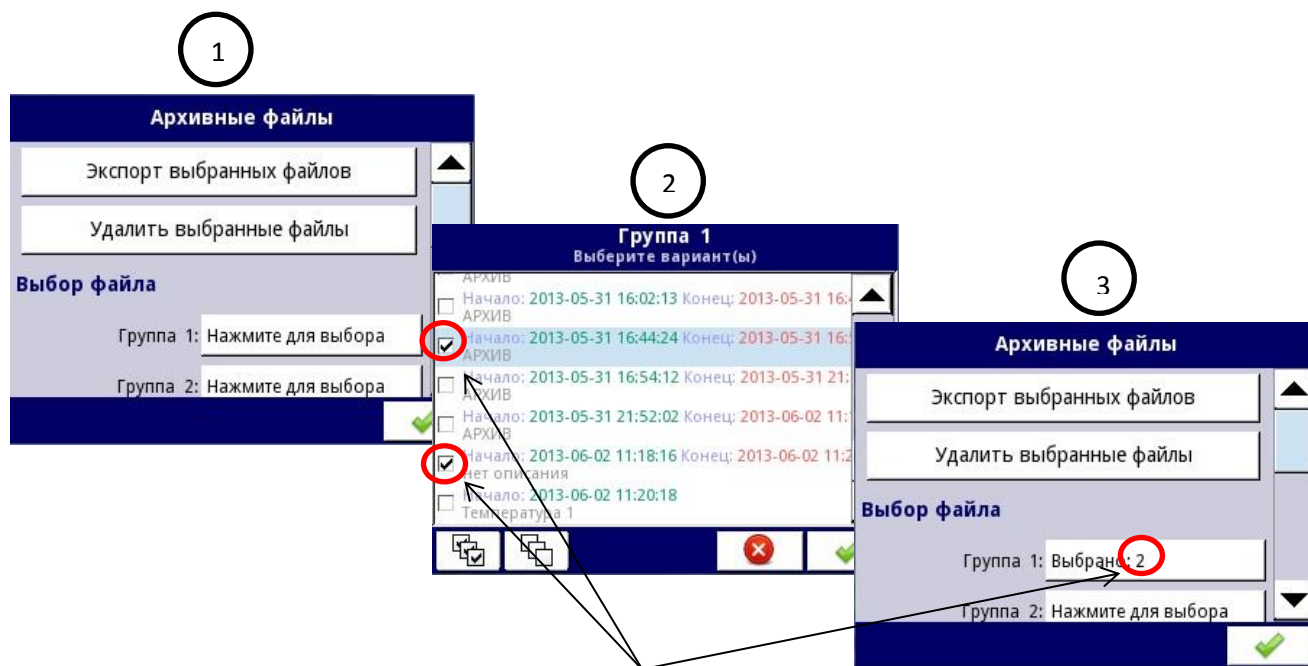

Рисунок 2.35
2.10.3.5. Удаление файлов с РМТ 29 аналогично экспорту файлов, разница состоит лишь в том, что вместо кнопки «Экспорт выбранных файлов» в шаге (3) (см. рисунок 2.35) нужно нажать кнопку «Удаление выбранных файлов».